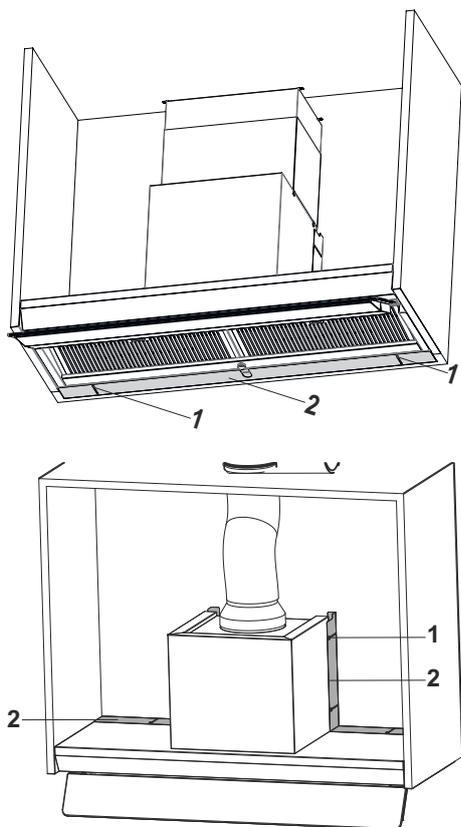

Fig. 15
- 4. ➔ Se c'è uno spazio tra la superficie posteriore della cappa e la parete, chiuderlo con la piastra di chiusura (Fig. 15) installata sul prodotto.
Allentare le viti di fissaggio della piastra di chiusura della fessura e spingere la piastra di chiusura della fessura contro la parete posteriore (Fig. 15).